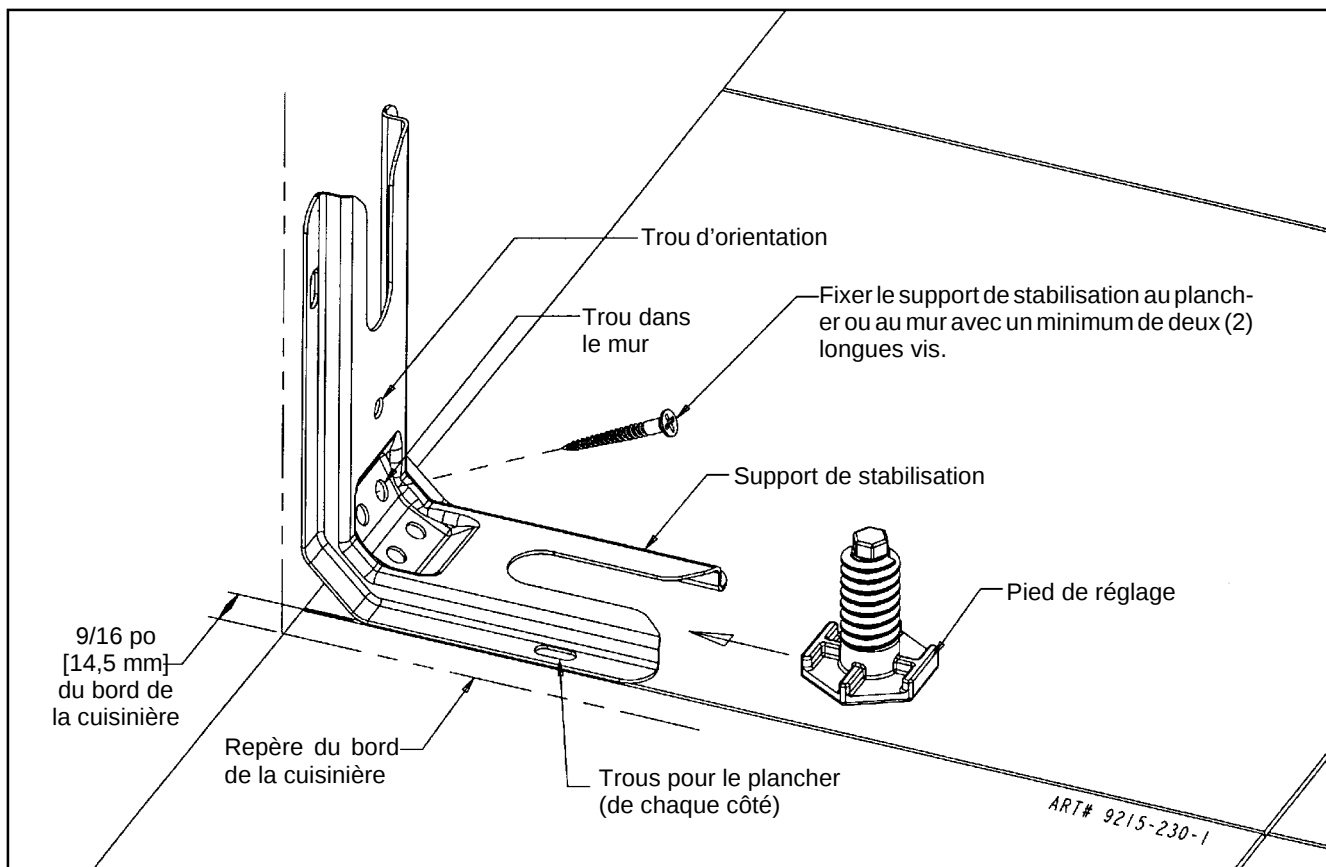
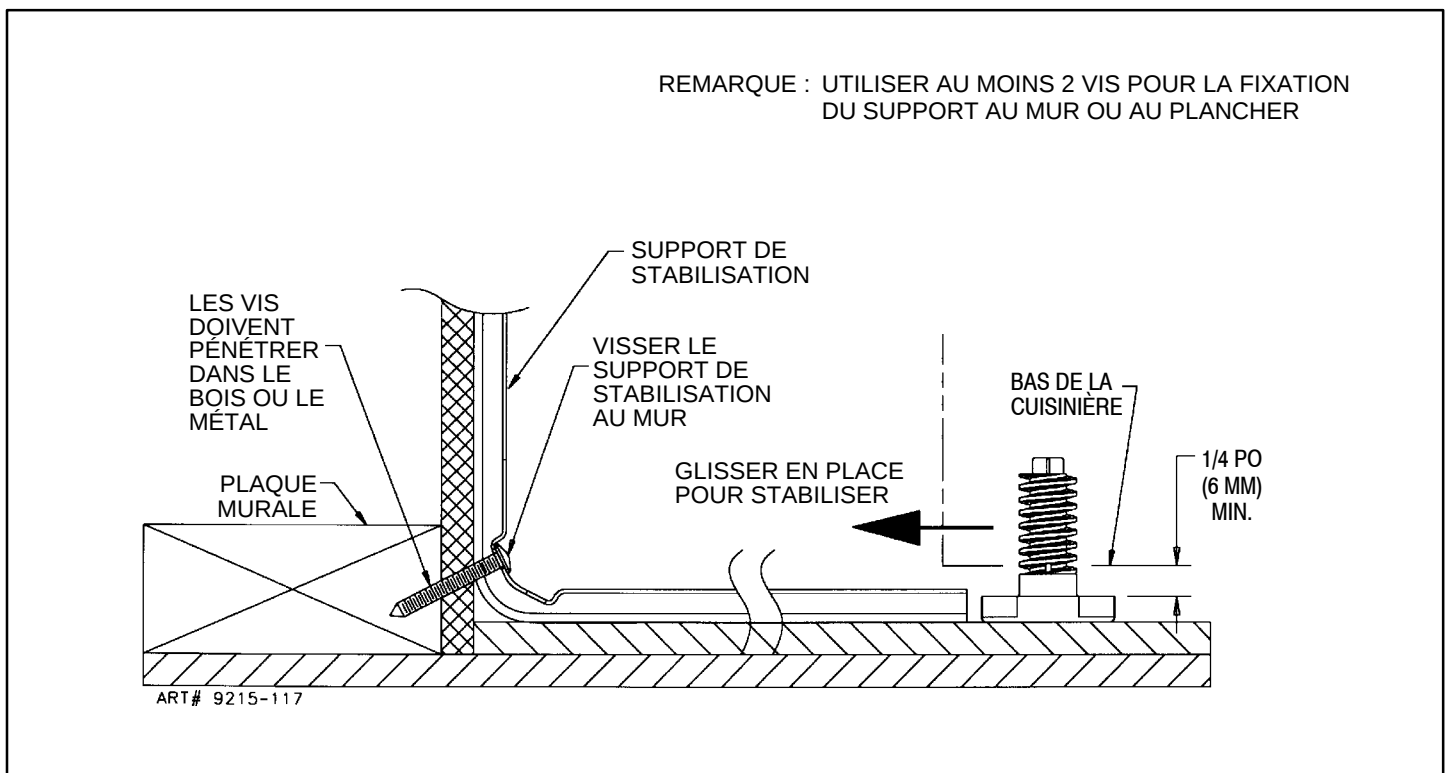

FIGURE 3
FIGURE 4
ÉTAPE 1 - Emplacement du support de stabilisation (voir figure 3).
- Placer le SUPPORT à 9/16 po (14,5 mm) de la marque du « BORD » en allant vers le centre de l'ouverture et contre le mur arrière tel qu'indiqué à la figure 3, le trou d'orientation étant contre le mur.
- Utiliser le support comme gabarit et marquer l'emplacement des trous pour le type de matériau sur lequel le support doit être fixé, tel qu'indiqué à la figure 3.
- Plancher :** Déterminer le centre des deux trous identifiés par « TROUS POUR PLANCHER » à la figure 3. Percer un trou de positionnement de 1/8 po (3 mm) au centre de chaque trou (un clou ou un poinçon peut également être utilisé si une perceuse n'est pas disponible). Fixer le support de STABILISATION au plancher à l'aide des deux vis fournies. Passer à l'ÉTAPE 3.
- Mur :** Déterminer le centre des deux trous identifiés par « TROUS POUR MUR » à la figure 3. Percer un trou de positionnement de 1/8 po (3 mm) au centre de chaque trou (un clou ou un poinçon peut également être utilisé si une perceuse n'est pas disponible) tel qu'indiqué à la figure 4. Fixer le support de STABILISATION au mur à l'aide des deux vis fournies tel qu'indiqué à la figure 4. Passer à l'ÉTAPE 3.
- On trouve des vis convenant au ciment ou au béton dans les quincailleries. Percer les trous de positionnement de la grandeur correspondante à celle des vis obtenues en quincaillerie au centre des trous identifiés « TROUS POUR PLANCHER » à la figure 3. Fixer le support de STABILISATION au plancher. Passer à l'ÉTAPE 3.
Remarque : Un dégagement minimum de 6 mm (1/4 po) est exigé entre la cuisinière et le pied de mise à niveau qui va s'insérer dans le support de stabilisation (voir figure 4).